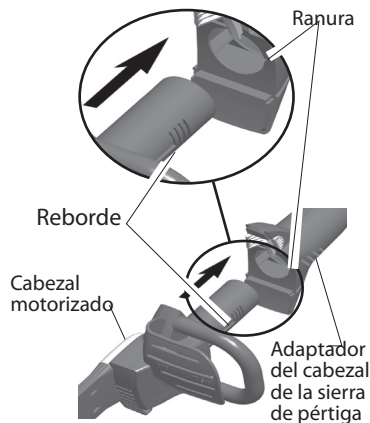

Figura 22 - Alinee el cabezal motriz con el adaptador del cabezal
3. Alinee el reborde del cabezal de la motosierra con la ranura del adaptador del cabezal en la pértiga (vea la figura 22).